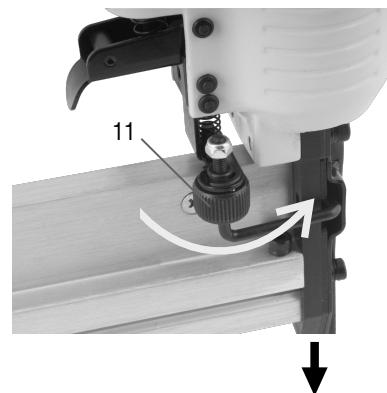

Fig. 7 – Reduzir a profundidade
- Para reduzir a profundidade do grampo/pino, gire a manopla no sentido anti-horário (Fig. 7);